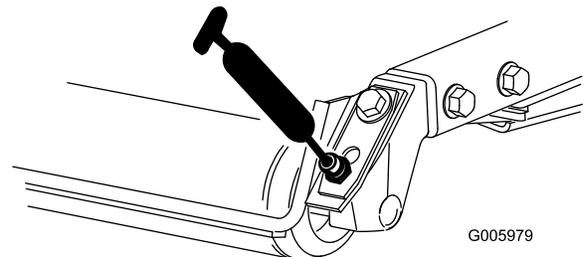

Figura 29
- Cojinetes de los rodillos traseros (2 por unidad de corte) (Figura 29 oFigura 30)